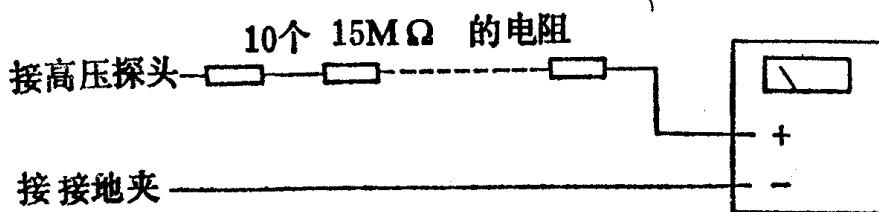

图1-1 自制高压表电路(量程30kV)
- (1) “试电笔”检查法 用手倒握试电笔。手要和试电笔的金属部分接触，然后将试电笔的氖部分移至距离压包1~1.5cm处，如果高压正常，试电笔氖管应发出较高的红光，否则说明高压不正常或无高压。
- (2) 高压表的制作 自制高压表由一个 $5k\Omega/V$ 的万用表和10个 $15M\Omega$ 的电阻串联而成(见图1-1)，测量时万用表置于10V档。这里要注意，制作高压表时，10个 $15M\Omega$ 的电阻一个不能少，而且不能用3个 $50M\Omega$ 的电阻串联代替，否则会降低该表的耐压，而将万用表烧毁。